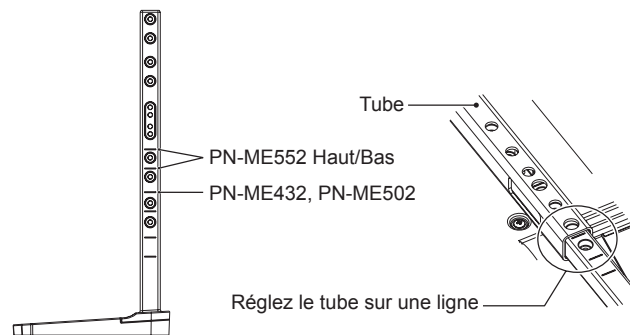

Figure 1
1. Les lignes sur le pied indiquent le réglage de la hauteur (Figure 1). Réglez le tube sur les lignes.